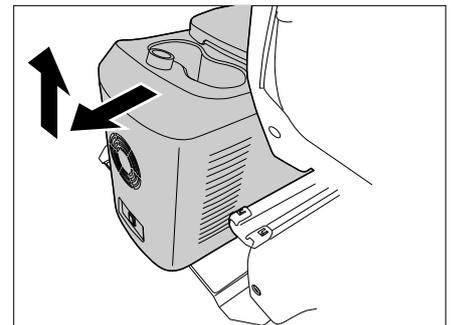

Bild 87 Kühlbox abnehmen
- Kühlbox nach hinten ziehen und nach oben abnehmen (Bild 87).